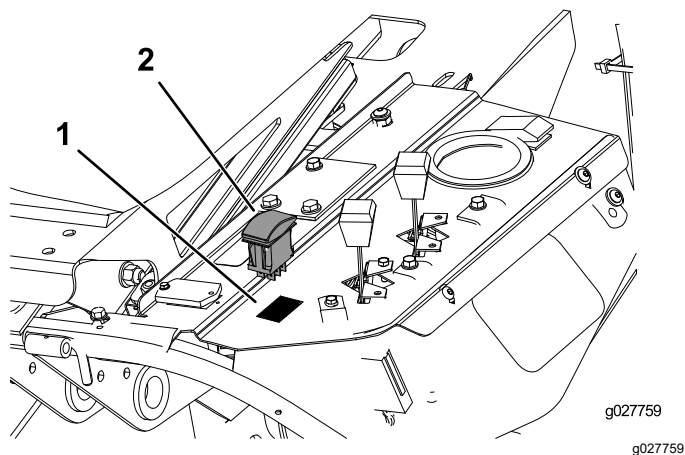

Figura 7
2. Retire o tampão de plástico e instale o interruptor como se mostra na Figura 7.